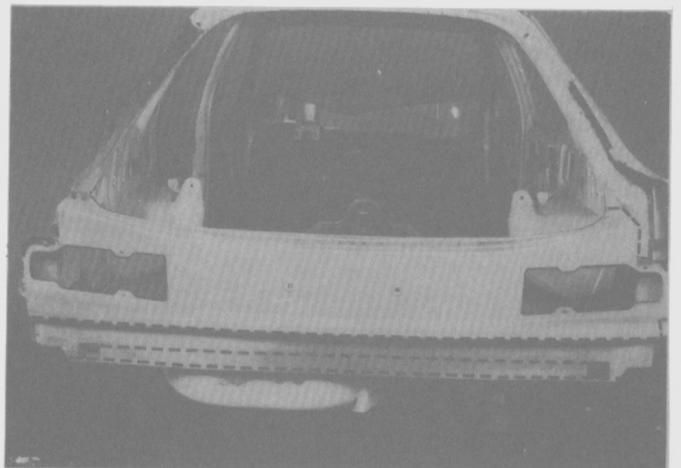

Fig. 271
- Marcar la línea de corte en el panel trasero (Fig. 271).